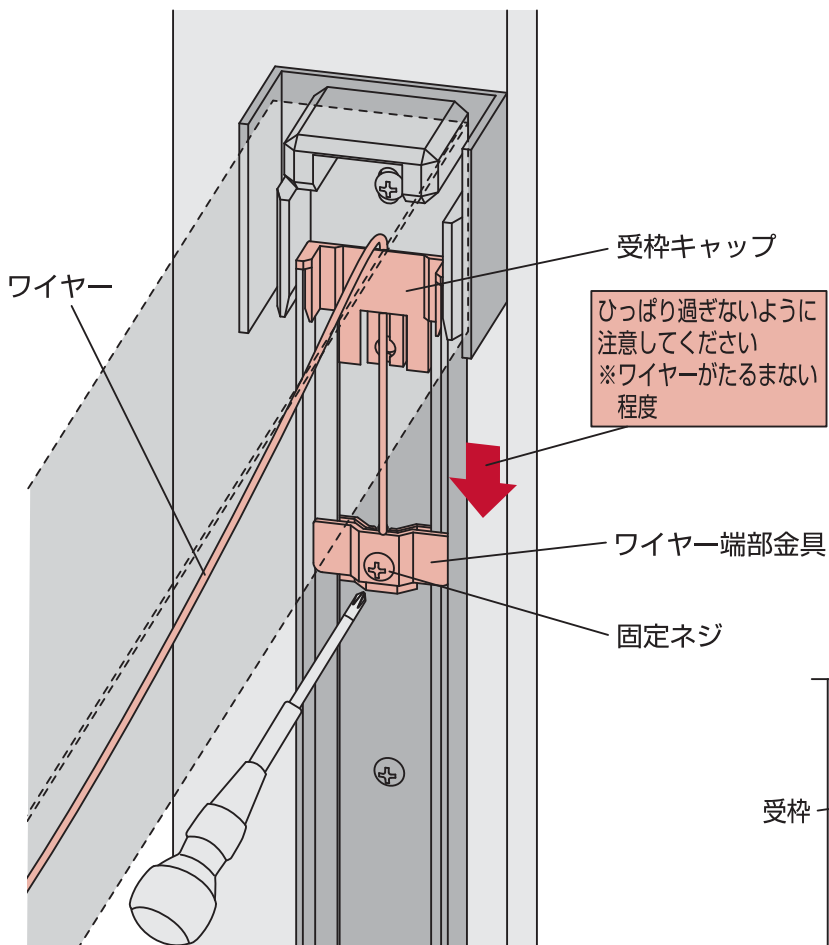

図4-1-2
② 受枠キャップ下の固定ネジを少しゆるめ、ワイヤーのたるみが無くなるまで下にスライドして再度固定してください。(図 4-1-2)